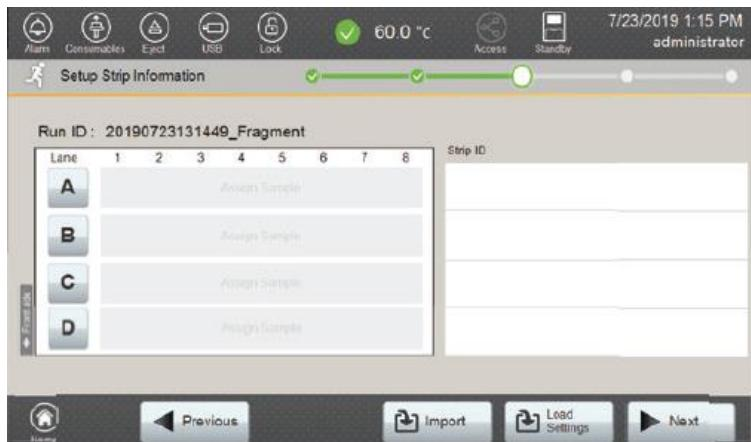
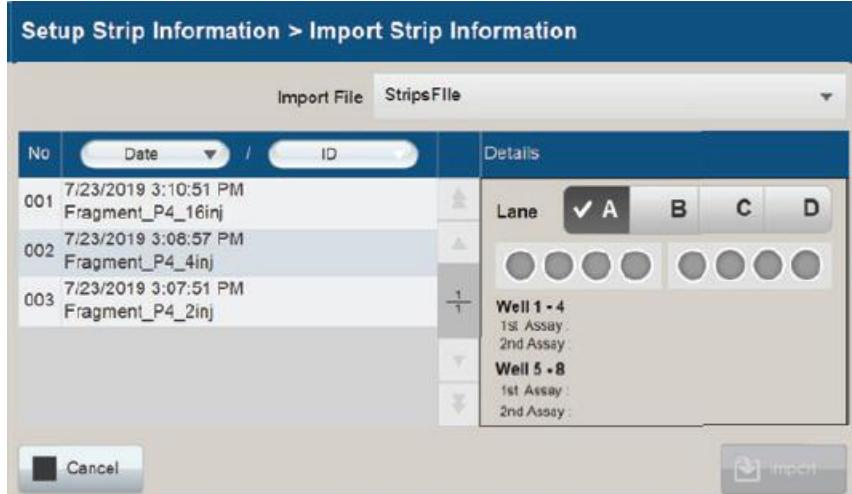

図 75 Setup Strip Information 画面：ストリップのインポート
図 76 Import Strip Information 画面
2. Set Strip Information（図 75）の下部にある **Import** を選択すると、Import Strip Information 画面（図 76）が表示されます。
3. 下記のリストから希望する Strip File の情報を選んでください。（図 76）